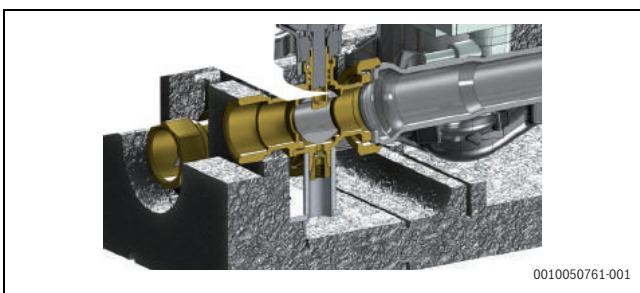
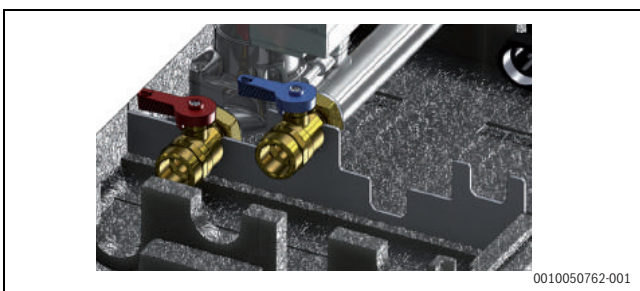

Bild 136 Zirkulationseinheit DN25-Befestigung
Bild 137 Zirkulationseinheit DN20-Befestigung
4. Vor der Befestigung von Zonenverteiler / hydraulischer Weiche an der Wand, die Verteilereinheiten an der Wand montieren. Die Einheiten, wie in der Abbildung gezeigt (→ Abb. 136 und Abb. 137), mit Vorsicht an der Verdrehsicherung befestigen.